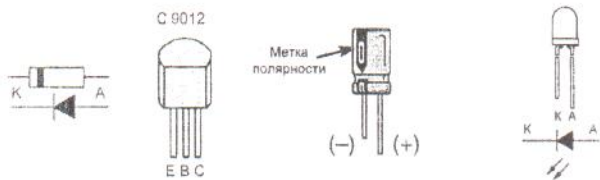

Рис.4 Назначение выводов элементов
- Устанавливая диоды, светодиоды, электролитические конденсаторы C1,C2, соблюдайте полярность (см. рис.4).